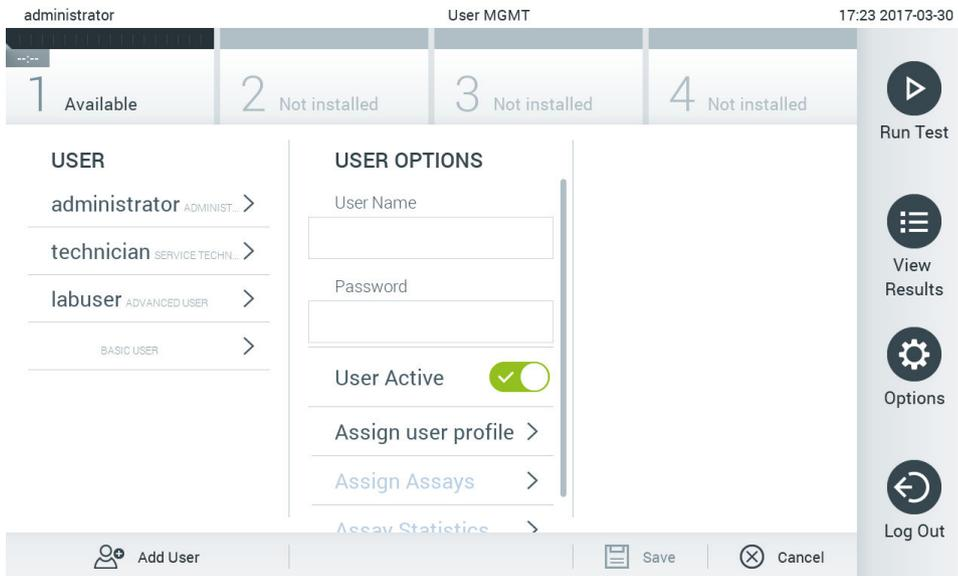

Figure 64. Ajout d'un nouvel utilisateur.
- Appuyez sur le bouton Options (Options), puis sur le bouton User Management (Gestion des utilisateurs). L'écran User Management (Gestion des utilisateurs) apparaît dans la zone de contenu de l'écran (Figure 64).